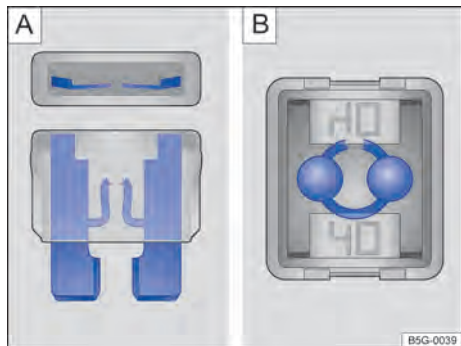

Fig. 159 Fusible fundido: **A)** Fusible enchufable plano. **B)** Fusible tipo bloque.
- Se puede saber si un *fusible enchufable plano* (ATO®, MINI®) está fundido por la tira de metal quemada visible desde arriba y desde los laterales a través de la carcasa transparente → fig. 159 **A)**.
- Se puede saber si un *fusible tipo bloque* (JCASE®) está fundido por la tira de metal quemada visible desde arriba a través de la carcasa transparente → fig. 159 **B)**.